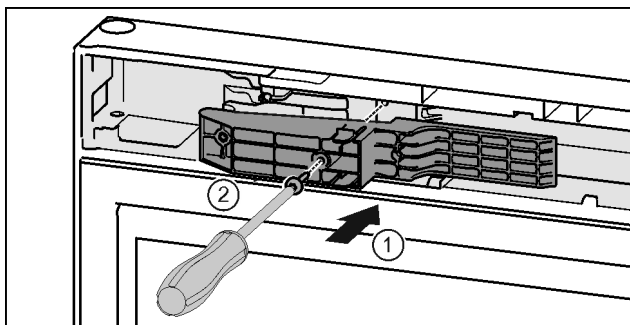

Fig. 48 *
- ▶ Umetnite adapterski element na strani ručke u otvor. Fig. 48 (1)*
- ▶ Odvijačem T15 čvrsto pritegnite vijke. Fig. 48 (2)*